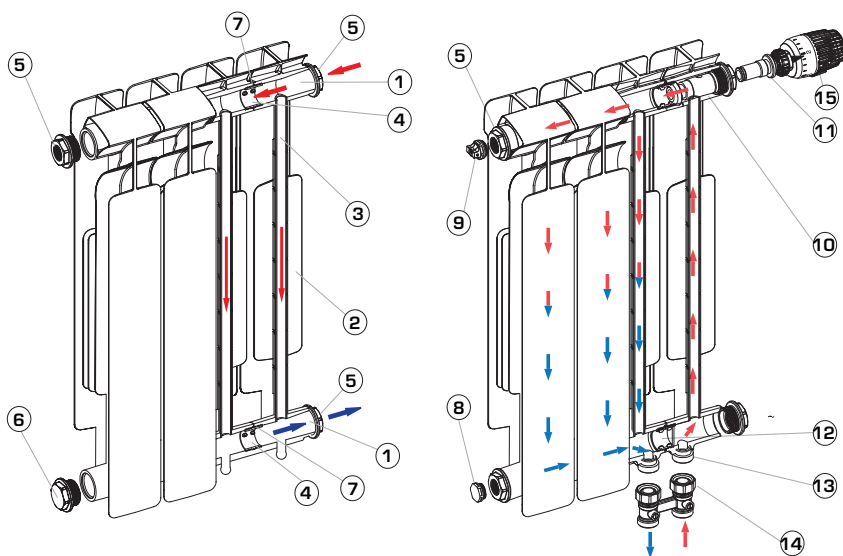

Рис. 2.
Радиаторы STOUT Bravo и Bravo Ventil (рис. 2) собираются из отдельных секций, которые изготовлены из высококачественного первичного алюминиевого сплава с высокими антикоррозионными характеристиками методом литья под давлением и представляют собой единый монолит из двух горизонтальных коллекторов (1) и связывающего их оребрения (2), внутри которого проходит вертикальный канал овального сечения (3).